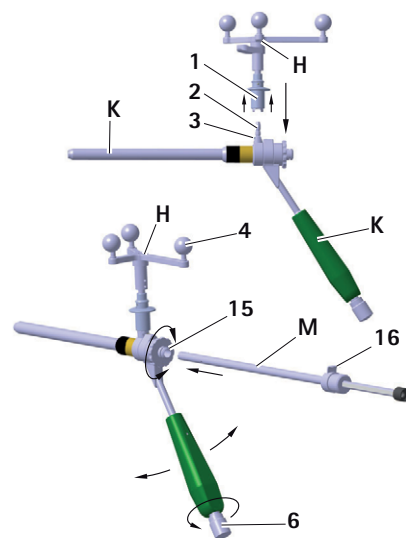

Abb. 13 Montage der Aesculap-Sterneinheit an der S⁴C-Führungshülse; Einsetzen der S⁴C-Bohrhilfe
- Um sicherzustellen, dass die Kamera eine uneingeschränkte Sicht auf die reflektierenden Markierungskugeln hat, lösen Sie den Knopf **6** am S⁴C-Griff der S⁴C-Führungshülse **K** und drehen Sie die Aesculap-Sterneinheit **H** in die gewünschte Position. siehe Abb. 13.
- ▶ Innenbohrhülse **M** auf die innere Hülse **15** schieben. Die innere Führungshülse greift in die Innenhülse ein und kann noch gedreht werden. siehe Abb. 13.